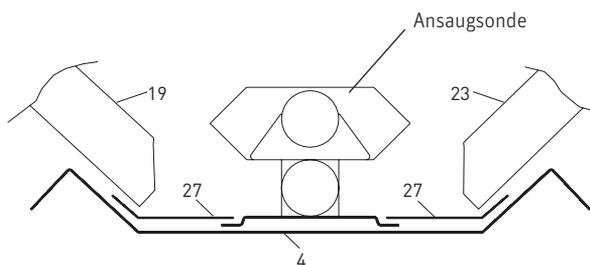
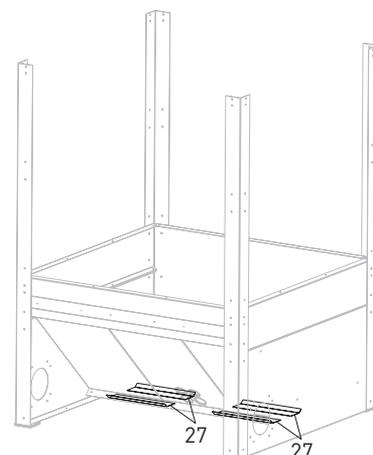

Fig. 11 Bodenplatte, Sondenhalter und Schräge – Ansicht von rechts
Fig. 12 Sondenhalter montieren
Hinweis: Vor dem Verschrauben der Schrägen noch 4 Sondenhalter (27) einfädeln – Fig. 11, Fig. 12.